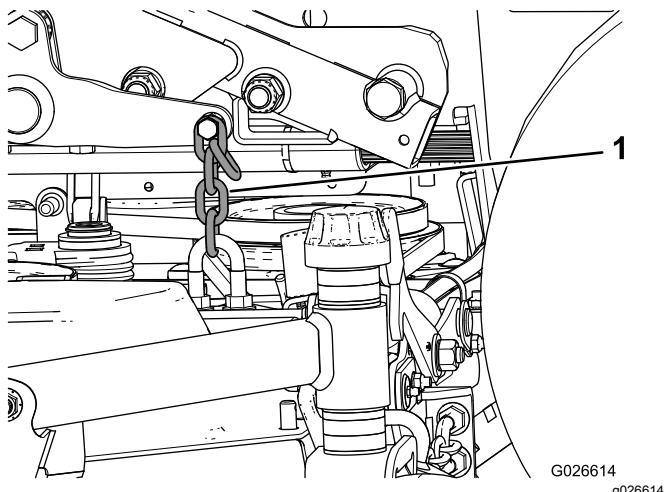

図 18
- B. 左後昇降チェーンを、昇降ブラケットの外側に取り付けるボルト1本とナット2個を使用する 図 18